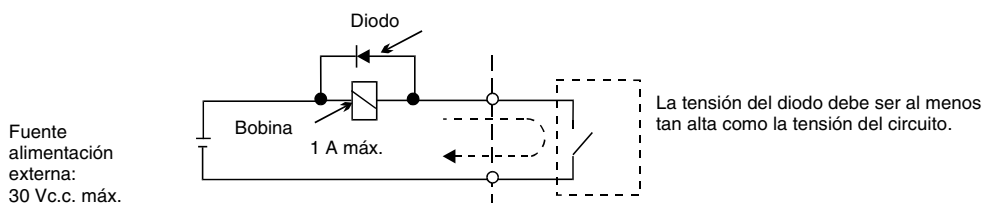

Fig. 6 Conexión del diodo
- *3. Cuando controle una carga reactiva, como una bobina de relé con alimentación de c.c., inserte siempre un diodo como se indica en la Fig. 6